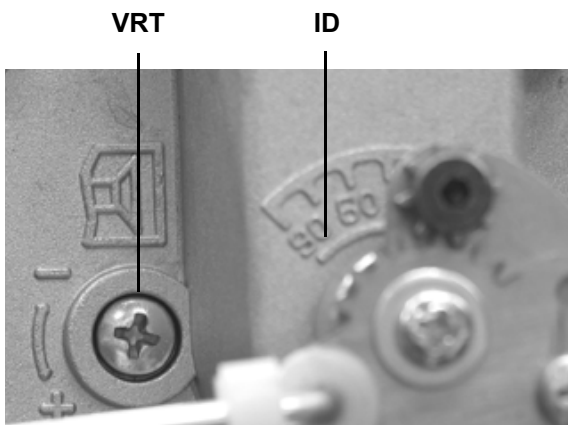
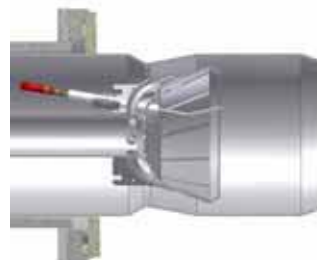

Fig. 11
Fig. 12 - Capul in pozitia "complet - inainte"
- 8 Arzatorul este setat din fabrica cu capul de ardere la pozitia pozitia care se refera la puterea "MAX" . Setarea puterii maxime referitor la pozitia "complet-inainte" a capului de ardere, in ce priveste modelele (Fig. 12), si pozitia "complet-inaoi" pentru arzatoarele Low NOx (Fig. 13). Daca pentru pozitia "complet-inainte" , capul este plasat in interiorul cazanului, la pozitia "complet-inaoi" inseamna ca acesta este plasat spre operator. Pentru reducerea puterii de operare, mutati progresiv capul de ardere spre pozitia de "MIN", rotind in sensul acelor de ceas surubul **VRT** (Fig. 11) . Indexul marcat **ID** arata cat de mult s-a deplasat capul de ardere.